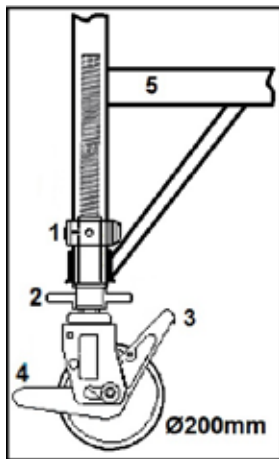
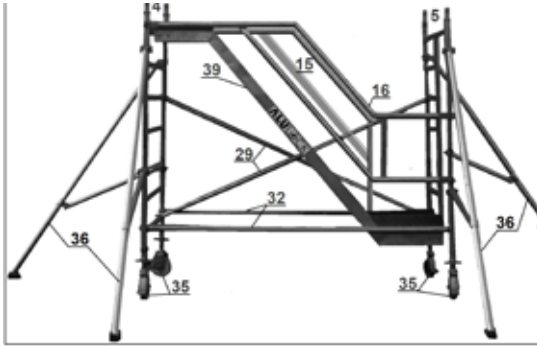
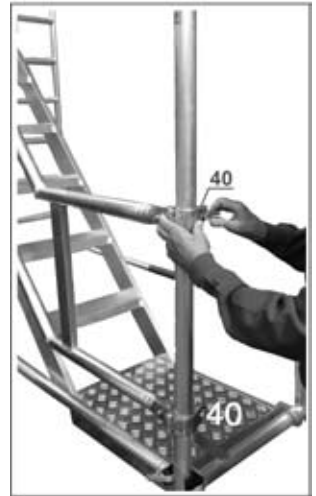

Figure nr.01
Figure nr.14
Figure nr.15
1. Fyrhjulspindlarna är försedda med rörbussar, fig.nr. 01, som är monterad i gavelramarna, är låst med vingskruven M8, fig.nr. 02/1. Hjulen med spindlar är anslutna till rambussen och hålls med en vingskruv, fig.nr. 02/1. Höjdjustering fig.no. 2/2. Bromsaktiverad fig.no. 3/2. Bromsen utlöses genom att trycka ned, fig.nr. 02 / 4,2. På gavlram fig.nr. 03/4 Applicera de två horisontella stagen (röd), fig.nr. 03/32 som visas på det vertikala ramröret, och därefter motsvarande på den motsatta ändramen.
4. Ställningen är placerad på arbetsplatsen och vid vattennivå fig.no. 05 placerad på ställningsramen och vid ställning av hjulspindlarna placeras ställningsstället i horisontellt och vertikalt läge med hög noggrannhet att observera. Hjulen är svängda och låsta så de pekar utåt från ställstället i en vinkel på 45°. Fig.nr.01 och 02/3 visar hjul låsade till steg och ram.
1. Fyrhjulspindlarna är försedda med rörbussar, fig.nr. 01, (Bild ritningar se sidor 39-40-42) monterade i gavelramarna - kom ihåg en här gavelram med granskning, Fig.nr.14 / 5. Hjulspindlarna sätts in i rambussen och hålls med en vingskruv, fig. no.02/1. Hjulbromsen är aktiverad, fig.nr. 3/2. Bromsen släpps genom att trycka ner, fig.nr. 4/2.
3. Installera nu diagonal förststyvning (gul), fig. Nr 14/29, på 2: a och 6: e stegen av gavelramarna, till höger om trappan.
5. För vidare konstruktion av rullställningar med inre trapp fig. Nr 14 - Trappa Fig. 14/39 på 1 och 7 steg brevid ingångsöppningen. Vänster och höger trappa, fig. Nr /15/16 monterade och alla klämkopplingar. FIG. Nr 15/40, åtstramad.
6. Nu monterad mellan modulen Figur 16, med början med en inställning fig.nr.16 / 4 fortsätter passande två diagonalstag (gul) korsvis, fig. Nr 14/29, 2 och 6 steg. Räckan Figur nr 16/11 Montera som gränsen. sedan monterad trappa Figur nr. 14/39 med medföljande räckan Figurnr. 14/15 och 16. Mellanrum Montera enligt höjden som ska användas.